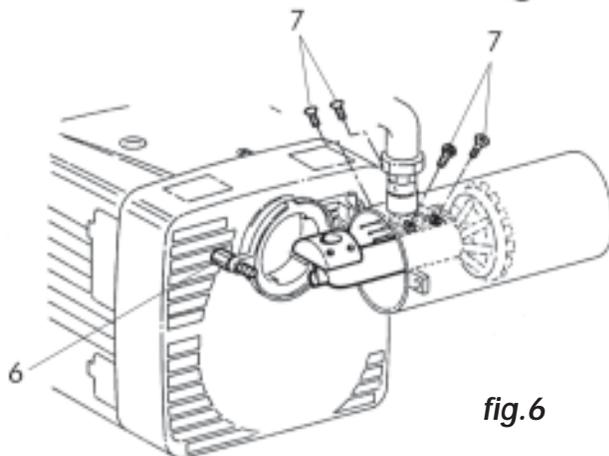

fig.6
- Pentru a ajunge la teva de alimentare si la electrozi, scoateti surubul pivot 6 si suruburile 7 (fig.6 - EM 26-E).